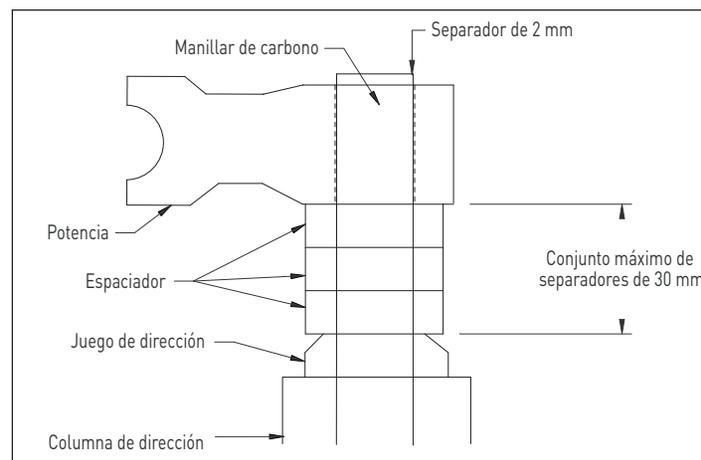

Fig. 1
2. Instale un separador de 2 mm por encima de la potencia, para que la corona ajuste bien. La altura total de los separadores que se coloquen no deben superar los 30 mm (Fig. 1).